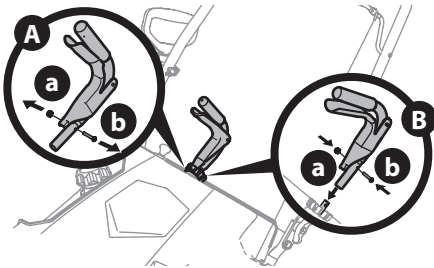

Figure 14
- Retirez l'écrou autobloquant (a) et le boulon (b) de la commande de rotation (Figure 14, A).
- Placez la commande de rotation sur la tige de la goulotte, alignez les trous et retenez la commande avec l'écrou (a) et le boulon (b) (Figure 14, B).